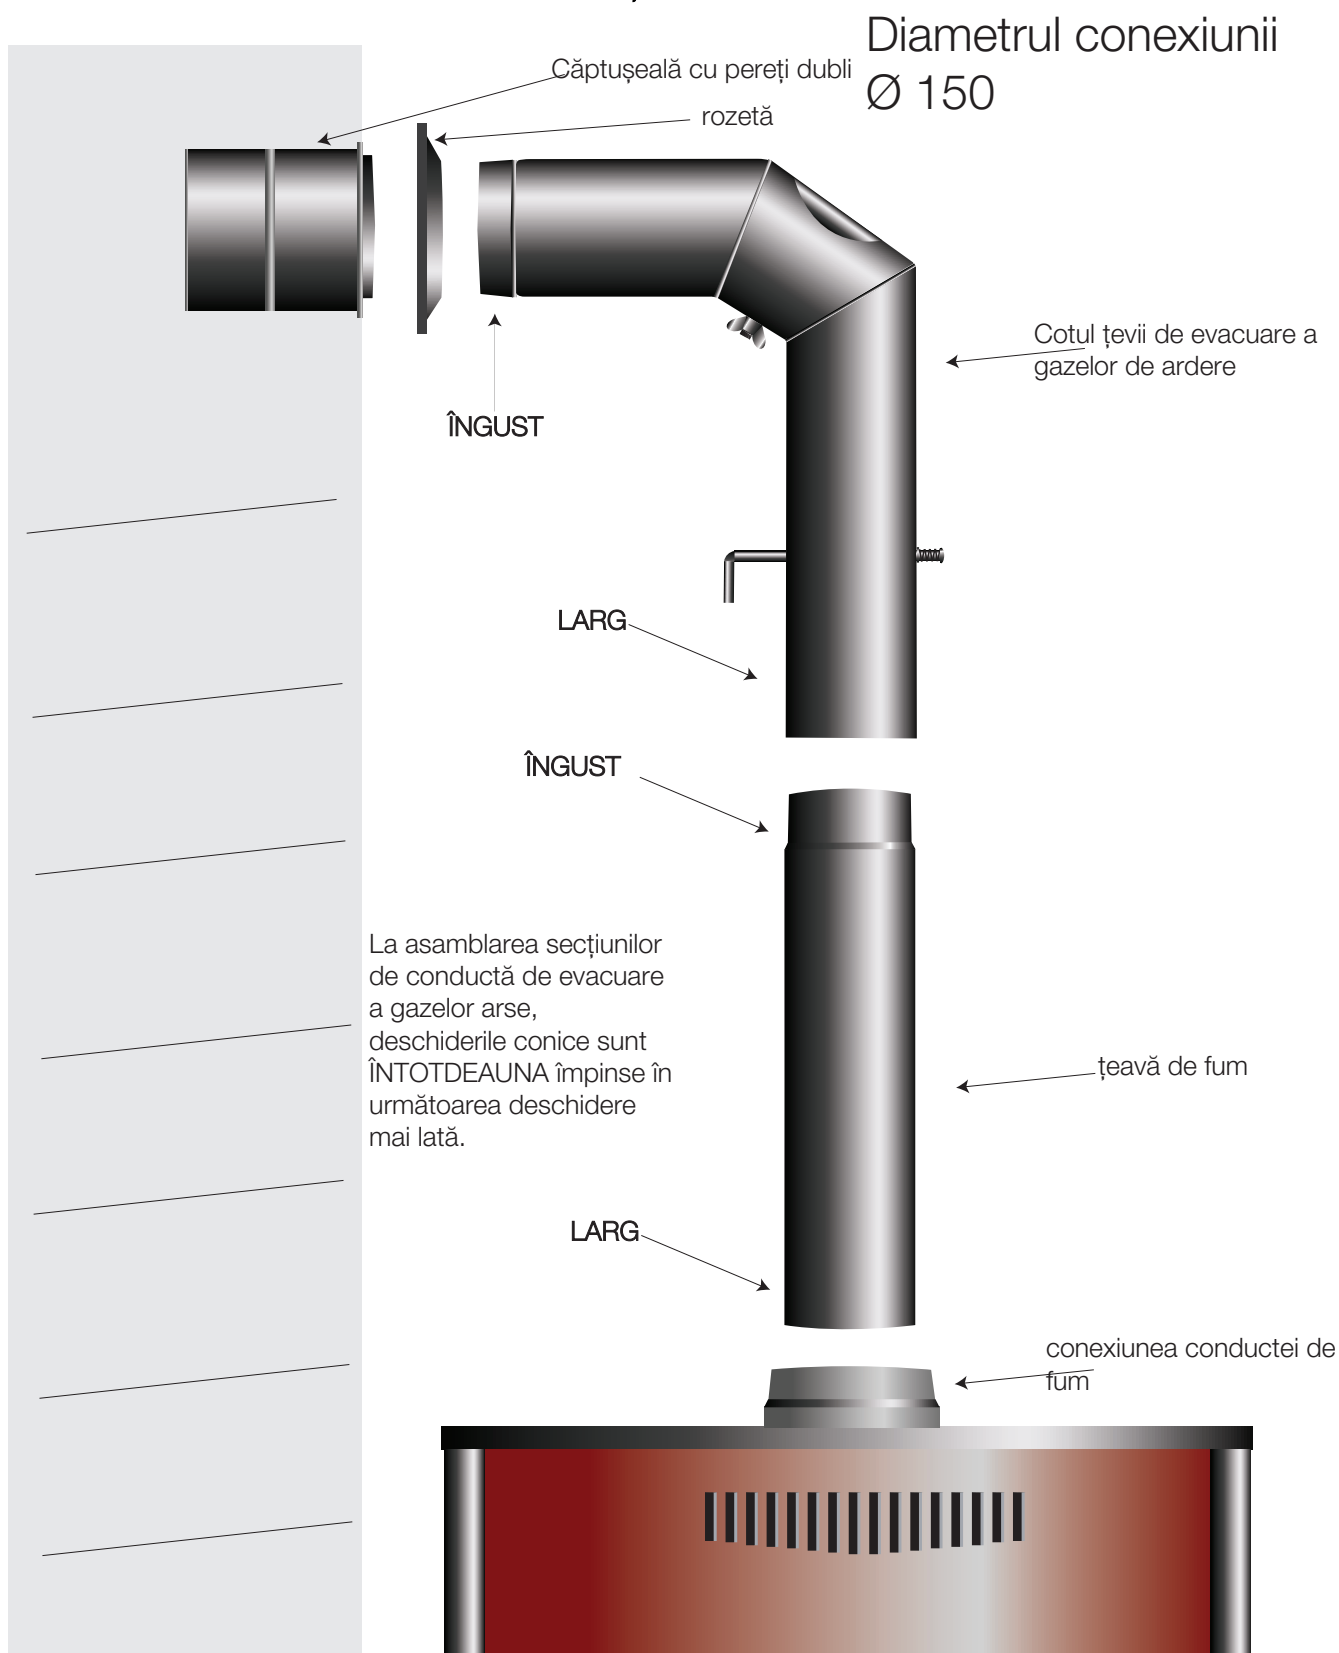

Figura 5 Conectarea sobei pe lemne la coșul de fum
6. Figura 5 Conectarea sobei pe lemne la coșul de fum	Pagină 8